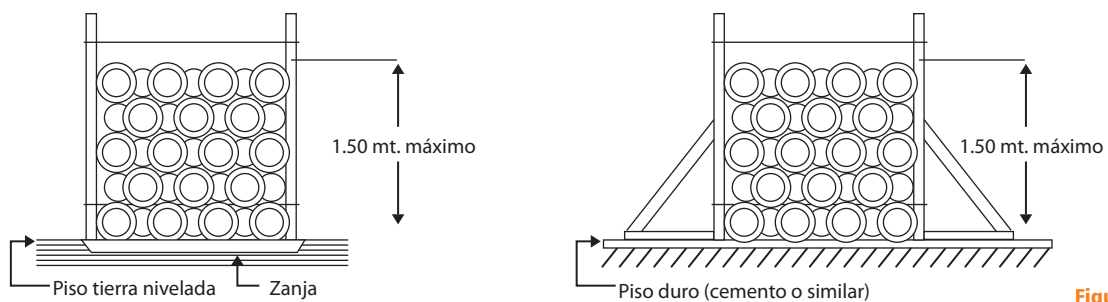

Figura 04
- En este tipo de apilamiento las tuberías deben ser almacenadas intercalando campana y espiga en todas las camas de esta manera se evita que las campanas se toquen una con la otra, tal como se observa en la (figura 04.)